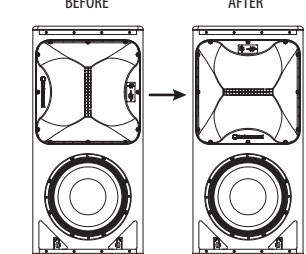

Fig. 6
13. Sprawdź wszystkie elementy i upewnij się, że orientacja klaksonu jest prawidłowa (rys. 6).